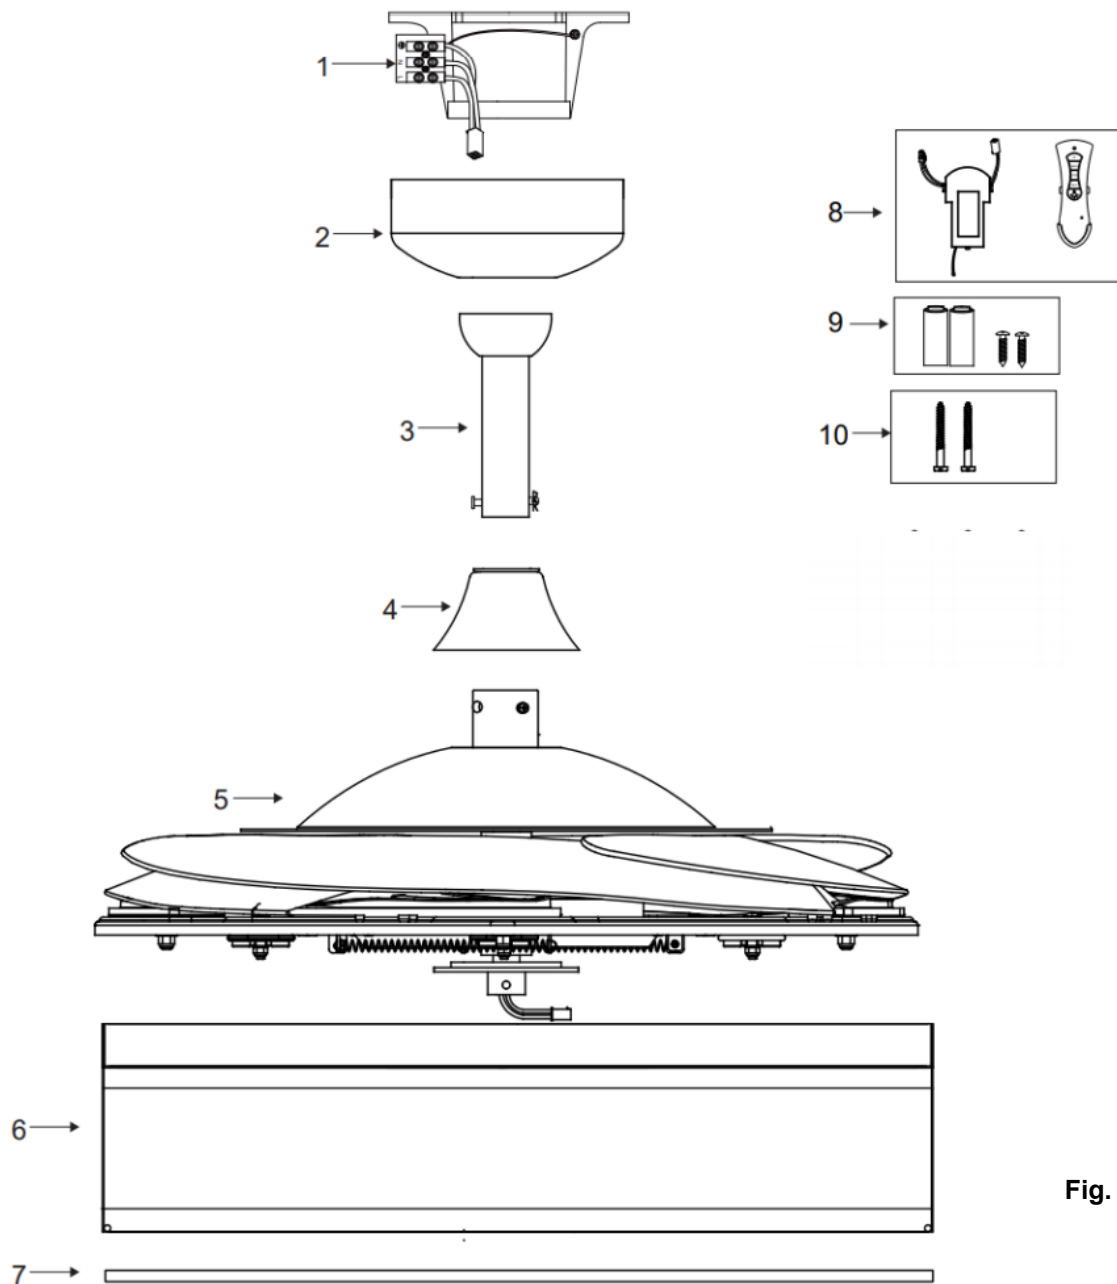

Fig. 1
- Examinez l'ensemble des pièces, vous devez avoir les pièces indiquées dans la liste suivante et sur la figure 1 :